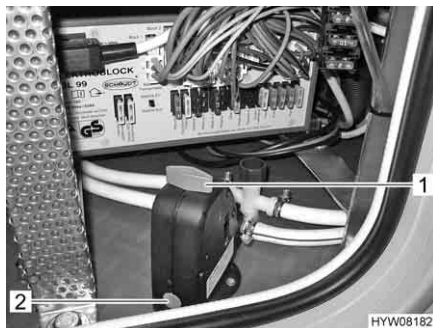

Fig. 75 Valvola di sicurezza/di scarico del boiler
Il boiler è dotato di una valvola di sicurezza/di scarico (Fig. 75). La valvola di sicurezza/di scarico impedisce che l'acqua congeli nel boiler in presenza di basse temperature esterne, quando il riscaldamento dell'autocaravan non è acceso.
- Chiudere la valvola di sicurezza/di scarico. A tal fine ruotare la manopola (Fig. 75,1) verticalmente rispetto alla valvola di sicurezza/di scarico e premere verso l'interno il bottone automatico (Fig. 75,2).
- Aprire la valvola di sicurezza/di scarico. A tal fine ruotare la manopola (Fig. 75,1) nel senso della lunghezza della valvola di sicurezza/di scarico. Il bottone automatico (Fig. 75,2) scatta all'infuori. Il boiler viene svuotato verso l'esterno tramite la valvola di sicurezza/di scarico.